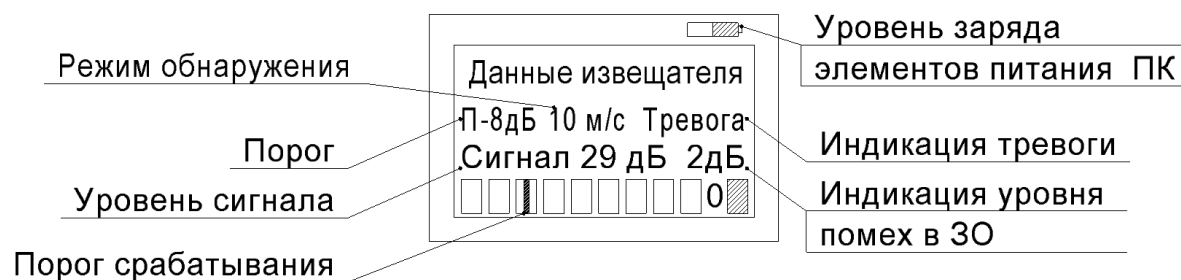

Рисунок 2 – Режим индикации извещателя Байкал-200.
2.1.3. Для перевода ПК в режим индикации необходимо при помощи кнопок «▲» «▼» в меню ПК выбрать пункт «Данные извещателя»; при этом ПК переходит в режим индикации данных извещателя (напряжение питания «U», и тип блока извещателя – приемник (ПРМ) или передатчик (ПРД), а затем в режим отображения остальных параметров. (расположение на ЖКИ параметров представлено на рисунке (Рисунок 2)). В этом режиме индицируется режим скорости обнаружения извещателя, индикация уровня заряда элементов питания ПК (во всех пунктах меню), порог срабатывания извещателя, уровень сигнала, графическая шкала порога срабатывания, индикация извещения о тревоге, индикация уровня помех в зоне обнаружения (ЗО).
- 2.1.4. Индикация напряжения «U=», питания производится, кратковременно (2-3 с.) после перевода ПК в режим «Данные извещателя» одновременно с индикацией надписи «U=» выводится тип блока извещателя (ПРМ или ПРД). Если напряжение питания 10,2 В и выше, то на ЖКИ экране индицируется показатель «Питание норма», а если напряжение питания ниже 10,2 В (пониженное), то на экране индицируется показатель «Питание низкое». Далее автоматически ПК переходит в режим отображения остальных параметров (см. рисунок 2. При низком уровне питания дальнейшая работа извещателей не возможна).
- 2.1.9. Индикация уровня помех в ЗО в виде числового значения (см. рисунок 2).
- 2.1.15. Для изменения значений здесь и далее необходимо войти в режим корректировки, нажав кнопку «Enter» и при помощи кнопок «▲» или «▼» выбрать необходимый режим. Для сохранения и выхода в меню индикации, нажать кнопку «Enter» и затем «Esc». Все параметры сохраняются в памяти извещателя. Измененные параметры появятся на ЖКИ (см. Рисунок 2).
- 2.1.17. Для изменения значений здесь и далее необходимо войти в режим корректировки, нажав кнопку «Enter» и при помощи кнопок «▲» или «▼» выбрать необходимый режим. Для сохранения и выхода в меню индикации, нажать кнопку «Enter» и затем «Esc». Все параметры сохраняются в памяти извещателя. Измененные параметры появятся на ЖКИ (см. Рисунок 2).
- 2.1.19. Режим установки порога имеет восемь вариантов значений порога в децибелах, сопровождаемых сообщениями: «-10», «-9», «-8», «-7», «-6», «-5», «-4», «-3». Изменение уровня порога производится с параллельным контролем величины изменения сигнала относительно среднего значения уровня сигнала, режима использования датчика и тревог (см. Рисунок 2).